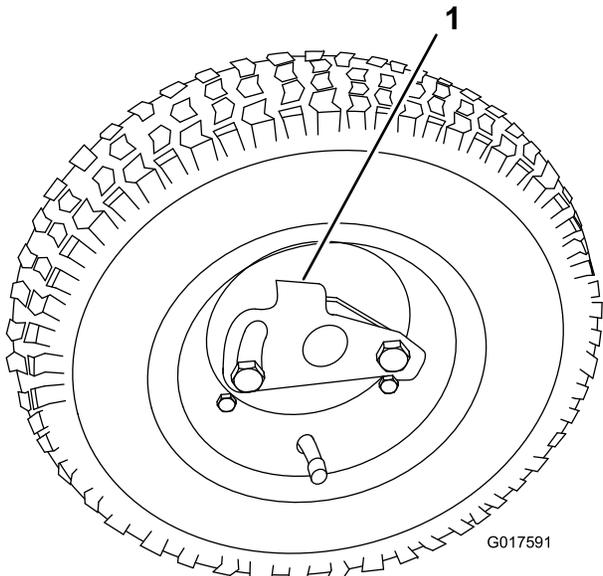

図 10
3. ロッキングクリップを開き、タイヤを更に奥に押し込む 図 10。